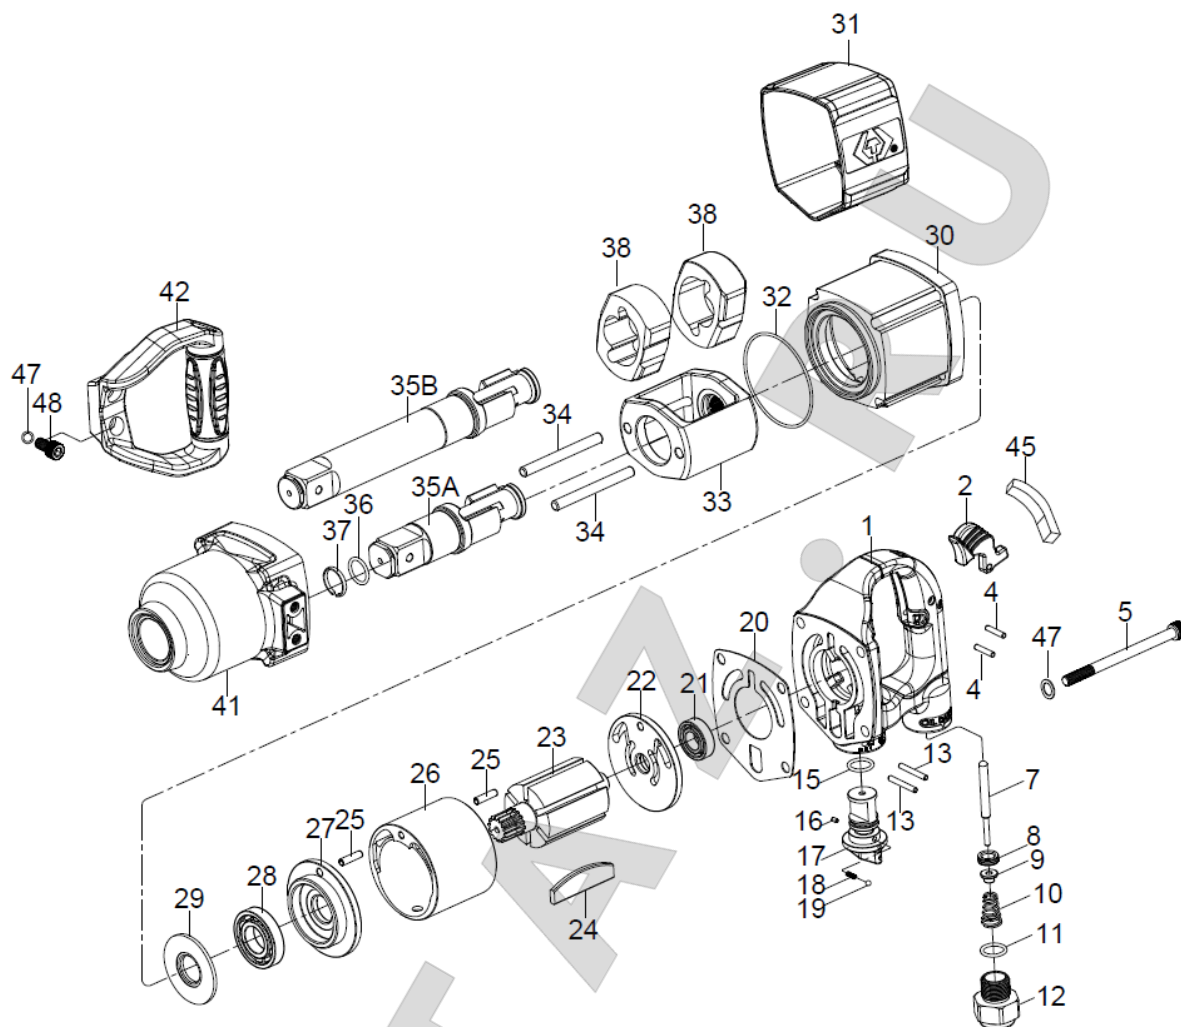

Рис. 1
- Управление гайковёртом осуществляется с использованием пускового курка (Рис. 1, п. 2), который находится под указательным пальцем. При нажатии на курок сжатый воздух поступает в рабочую полость двигателя и вращает ротор. Следует учесть, что после того как Вы отпустите курок вращение механизма будет осуществляться ещё несколько секунд. В целях безопасности, кладите гайковёрт после того как он полностью остановился.
- Регулировка усилия осуществляется вращением переключателя реверса (Рис.1, п.17). Режимы «закручивание» (F) и «откручивание» (R) устанавливаются им же.